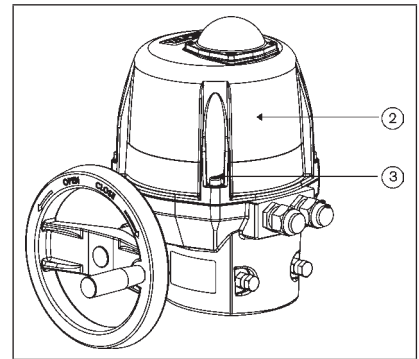

Bild 11: Haube Demontage
- Haube 2 durch Lösen der vier Befestigungsschrauben 3 entfernen (siehe „Bild 11“).